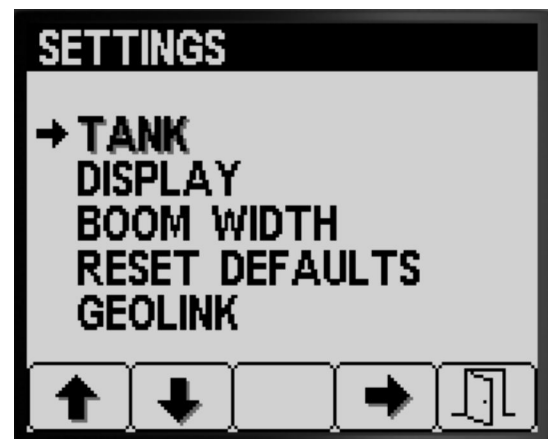

Bild 11
1. Drücken Sie Taste 1 oder 2, um auf die Option TANK zu navigieren (Bild 11).
2. Drücken Sie Taste 4, um das TANK-Untermenü auszuwählen (Bild 11).